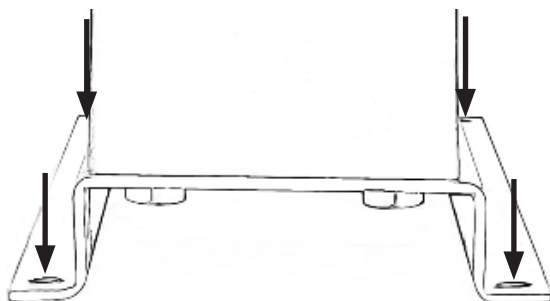

Fig. 2
- Utilice los cuatro orificios de fijación de la placa base de la máquina para montarla de forma segura. (Fig. 2)